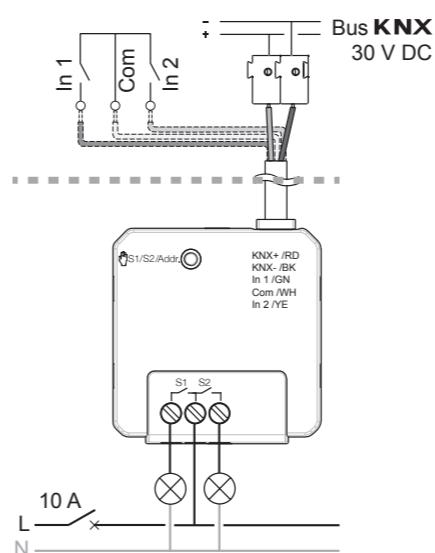

Bild 3: Anschluss von Schaltlasten
- Lasten (Bild 3/4) an die Lastanschlussklemmen (2) anschließen.